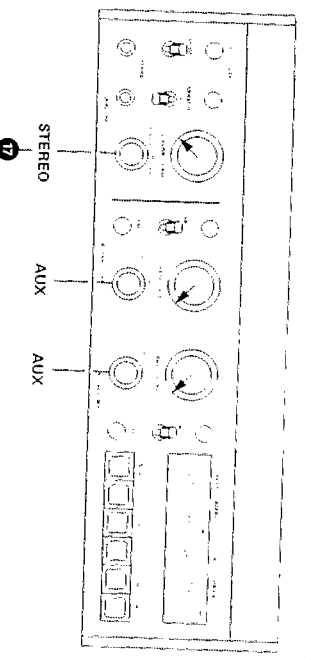

Fig. 6.4-1
Toutes les valeurs mesurées à la sortie OUTPUT (51) au réglage maximum des potentiomètres LEVEL (50) (fig. 6.4-1) fully open.
- Schaltungsparameter nach Fig. 6.4-1 einstellen.
- NF-Multifrequenz an Ausgang OUTPUT (51) anschließen (Regler LEVEL (50) voll geöffnet).
- NF-Generator an Anschluss AUX INPUT (48) parallel anschließen. Generatorpegel bei 1000 Hz so einstellen, dass sich an NF-Multimeter eine Spannung von 0,775 V anzeigt. Für diese Spannung wird ein Eingangspegel von ca. 20 mV benötigt.
- Adjust operating controls as per fig. 6.4-1.
- Connect audio wattmeter to OUTPUT (51) (potentiometer LEVEL (50) fully open).
- Connect audio generator to feed the sockets AUX INPUT (48) parallel. Select frequency of 1000 Hz and adjust generator level until a reading of 0.775 V is obtained on the audio voltmeter. The required input level should be 20 mV approx.
- Branchez un wattmètre sur la sortie OUTPUT (51) (potentiomètre: LE (50) ouvert au max.).
- Raccordez un générateur BF aux sockets AUX INPUT (48). Réglez la fréquence à 1000 Hz et le niveau de façon à obtenir 0,775 V sur le voltmètre audio. Le niveau d'entrée nécessaire est d'environ 20 mV.